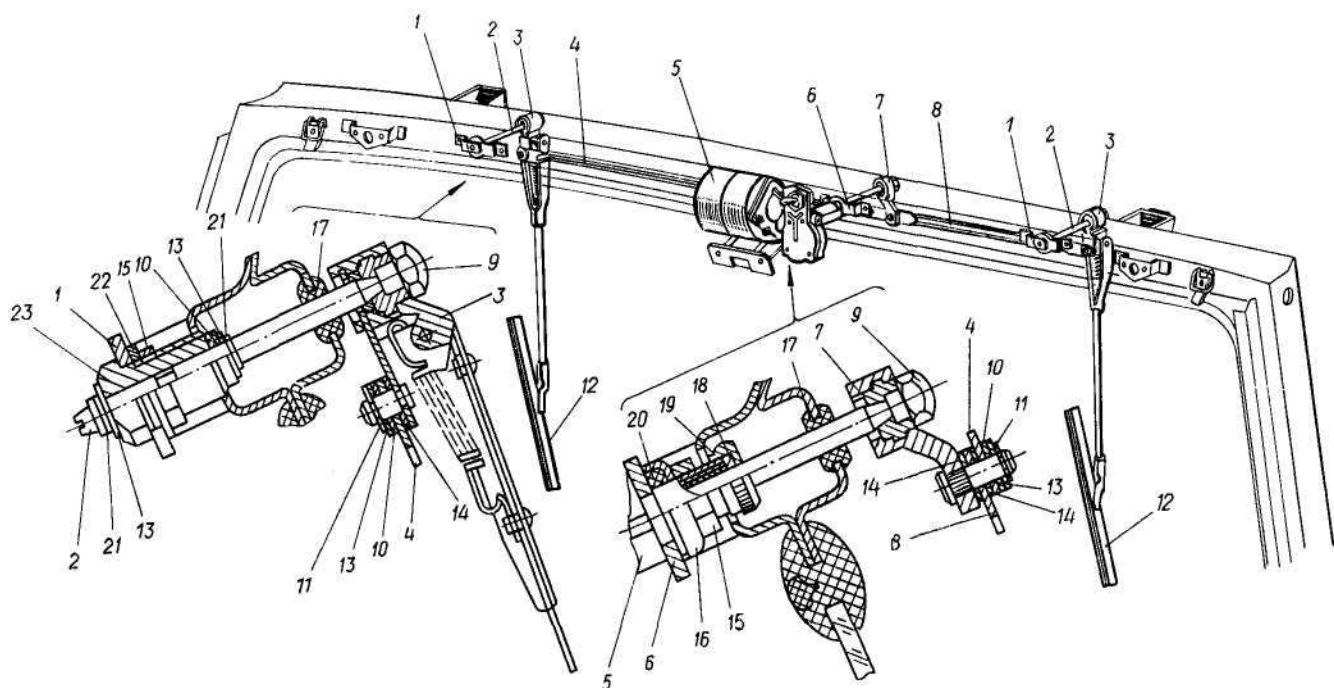

Рис. 237. Стеклоочиститель:
Снятие. Конструкция стеклоочистителя показана на рис. 237 и 238.
- отвинтите три гайки 9 (рис. 237) крепления поводка 7 и рычагов 3 и снимите рычаги с тягами в сборе (при отвинчивании оси рычагов от проворачивания удерживайте отвёрткой изнутри кузова, а ось редуктора — удерживая рычаги);
- выньте из каркаса (при необходимости) уплотнительные втулки 17 (рис. 237).